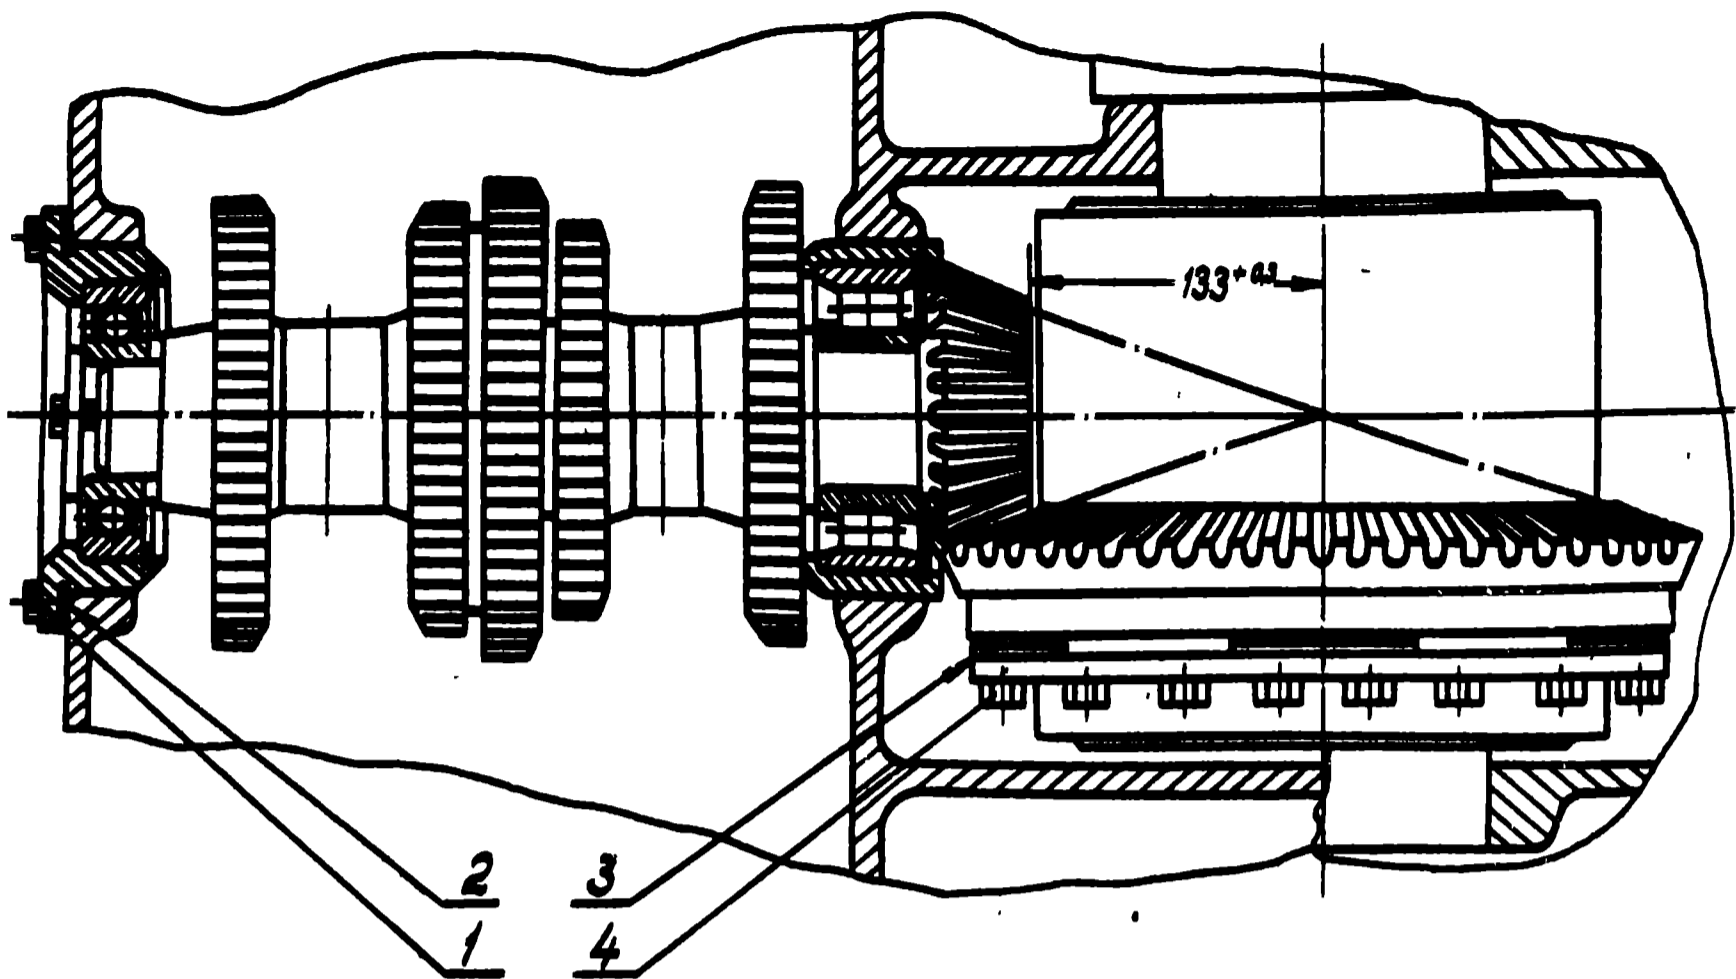

Рис. 88. Установка шестерен конической передачи:
1. При помощи регулировочных прокладок 2 (рис. 88) установите малую коническую шестерню вторичного вала коробки передач так, чтобы размер от ее торца до оси заднего моста был равен $133^{+0,3}$ мм. При этом вторичный вал отожмите от оси заднего моста до выбора зазора в радиально-упорном подшипнике.